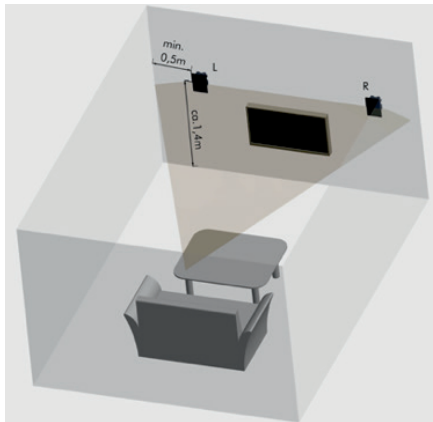

Abb. 1
- 3) Bei einer Stereo-Installation (hierfür sind zwei Lautsprecher erforderlich) sollten Sie die Einbaulöcher so wählen, dass sich der von Ihnen bevorzugte Hörplatz im sog. Stereo-Dreieck befindet. D.h. Sie sitzen im Idealfall an einer Spitze eines gedachten gleichseitigen Dreiecks. Die beiden anderen Spitzen werden von den Lautsprechern gebildet (Abb. 1).